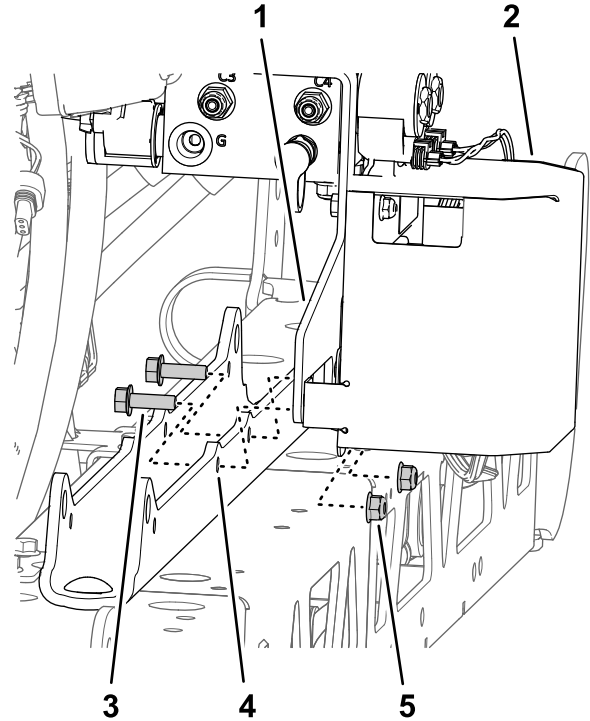

Figura 97
- B. Monte o suporte e o suporte TEC na montagem do cilindro (Figura 97) com os dois parafusos de cabeça flangeada (5/16 pol. x 1 pol.) e porca de bloqueio flangeada (5/16 pol.) que retirou no passo 1 de Retirção do coletor de elevação da secção da secção de pulverização central (página 25).